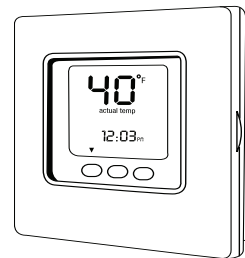

Fig. 16 – Réglage de la température la plus basse
1. Réglez le thermostat de la pièce à la température la plus basse, puis réglez le mode à la position d'arrêt (OFF). Consultez la Fig. 16.